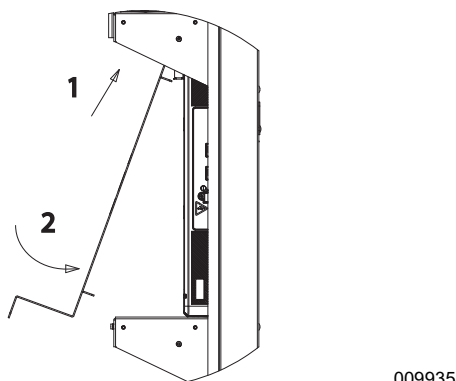

Figura 4-26. Instalación del separador de módulo (2 de 3)
2. Consulte la **Figura 4-26**. Deslice el separador hacia arriba entre los soportes.